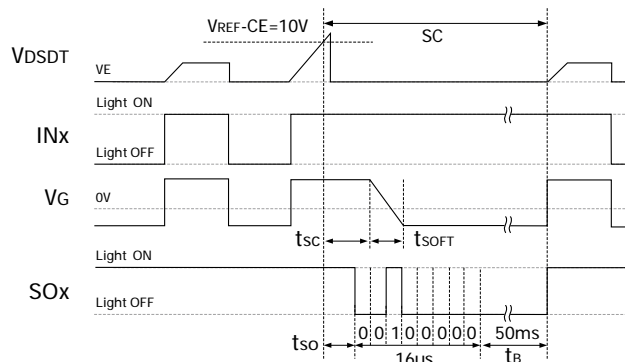

图 9 过流保护时序图
2) 采用串电阻检测方式，过流保护信号输出时序图参见图 9。